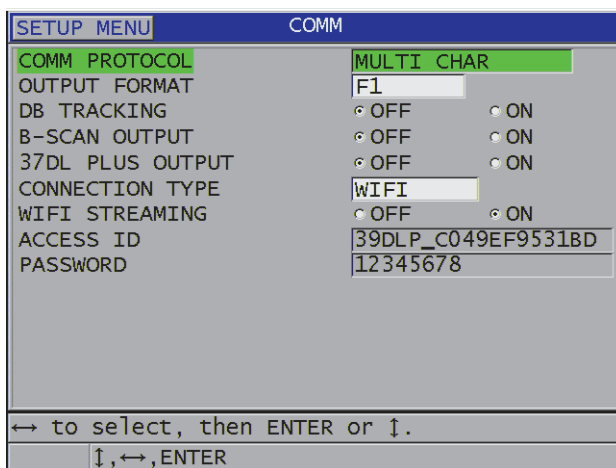

Figura 14-5 Configuración Wi-Fi
4. En la pantalla **COMANDO (COMM)**, ajuste el parámetro **TIPO CONEXIÓN (CONNECTION TYPE)** a **WIFI** (ver Figura 14-5 en la página 287).